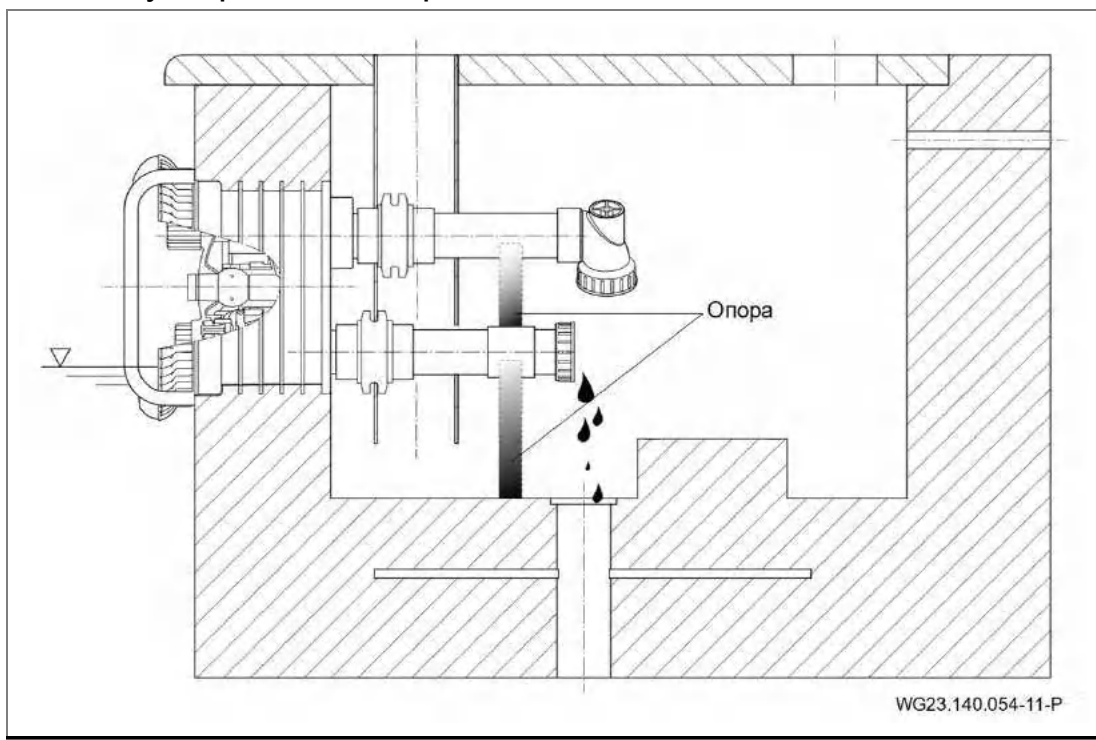

Рис. 28
3. С помощью опор расслабить всасывающий и напорный трубопроводы. См. "Рис. 28".